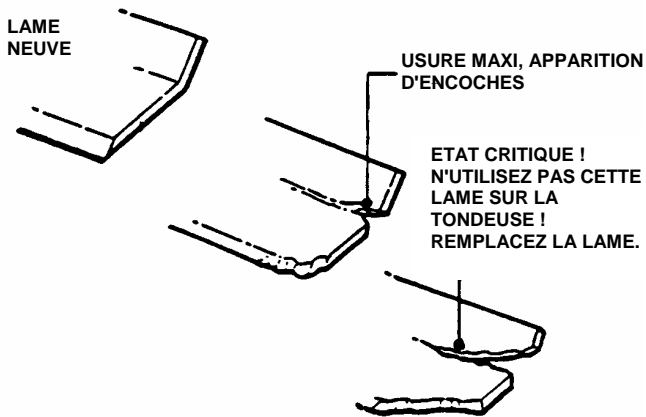

FIGURE 4.1
1. Vérifiez fréquemment l'état de la lame et détectez d'éventuels signes d'usure ou de détérioration. Voir figure 4.1.
2. Remplacez la lame si elle est très ébréchée, tordue, très déséquilibrée ou si elle a des encoches ou des fissures sur l'une ou l'autres des extrémités. Voir figure 4.1 et 4.2.